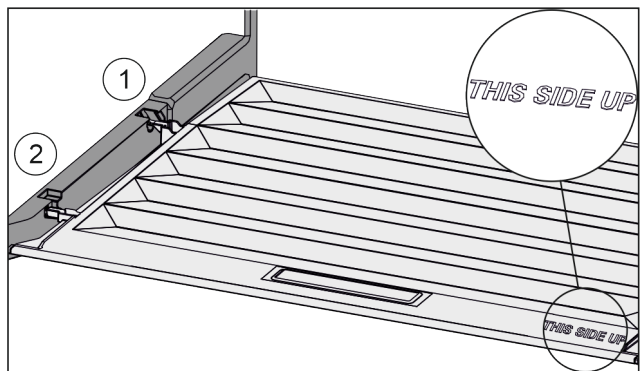

Fig. 76
- Výstupky veka zaveďte cez otvor zadného držiaku Fig. 76 (1) a zaistite vpredu v držiaku Fig. 76 (2).